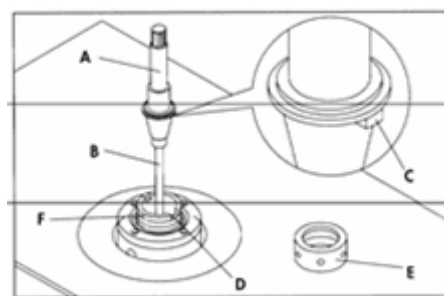

Рис. 3.12
4. Закрутите тонкий шомпол (B) Рис. 3.12 в резьбовое отверстие в основании сменного шпинделя (A) и снимите две стопорные гайки и специальную коническую шайбу с другого конца шомпола (B).
5. Очень осторожно введите шомпола (B) и шпindel (A) вниз через вал, как показано на Рис. 3.12. Убедитесь, что выступ (C) на шпинделе встал в паз (D), а резьба гайки шпинделя (E) попала на резьбу (F).